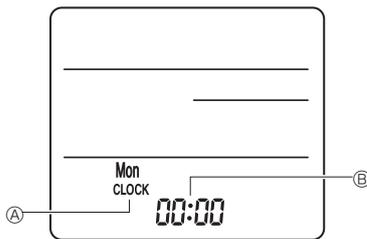

Fig. 6-8
3) Réglage (Réglage de l'horloge) (Fig. 6-8)
① Insérez les piles ou appuyez sur la touche ●_{CLOCK} à l'aide d'un objet pointu. [CLOCK] (HORLOGE) Ⓐ et [:] Ⓑ clignotent.
② Appuyez sur la touche de réinitialisation RESET ● à l'aide d'un objet pointu.
③ Appuyez sur les touches de réglage ⬆️ pour régler l'heure.